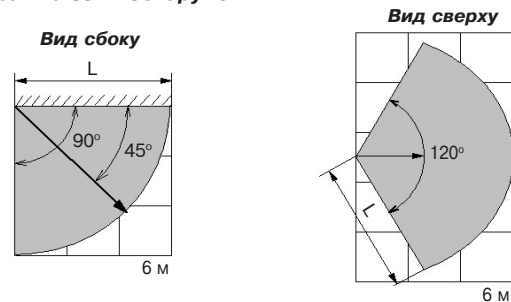

Рисунок 1
- при выборе места установки следует принимать во внимание диаграмму направленности извещателя (рис. 1);
- расстояние (L) от извещателя до самой удаленной точки охраняемого стекла должно быть не более 6 м;